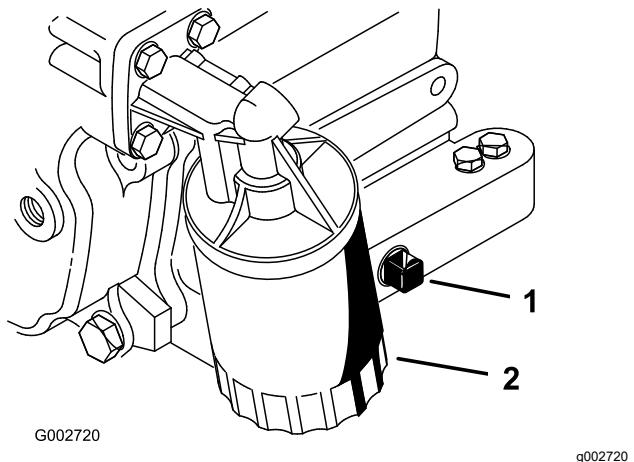

Figure 27
2. Retirez le bouchon de vidange (Figure 27) et laissez couler l'huile dans un bac de vidange. Remettez le bouchon quand la vidange est terminée.
3. Déposez le filtre à huile (Figure 27).